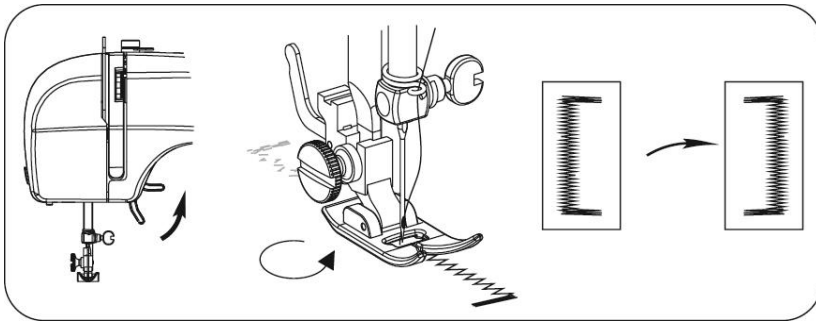

Abb. 22
5. Klappen Sie den Nähfuß hoch und drehen Sie den Stoff um 180° (Abb. 22).